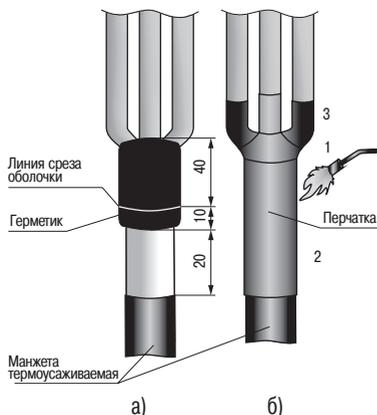

Рисунок 10.
4.24 Обмотать длинную ленту герметика по краю металлической оболочки с заходом на 10 мм на оболочку и вверх на 40 мм по жилам кабеля, удаляя разделительную бумагу (рисунок 10а).
4.25 Сблизить жилы кабеля. Надеть перчатку с усилием до упора в изолированный «корешок» разделки кабеля. Усадить перчатку, начиная от основания пальцев перчатки, вкруговую, затем в направлении оболочки. Важно чтобы основание перчатки было усажено на ранее установленную термоусаживаемую манжету. В последнюю очередь усадить пальцы перчатки на жилы кабеля. После усадки перчатка должна плотно облегать манжету и трубки на жилах кабеля, а по торцам основания перчатки и пальцев должен быть виден выступивший расплавленный клей (рисунок 10б).